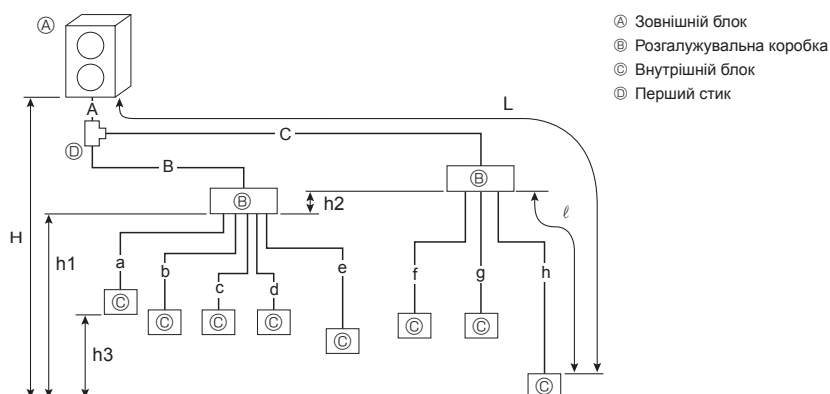

Fig. 4-4
4.3.2. Підключення з розгалужувальною коробкою (Fig. 4-4)